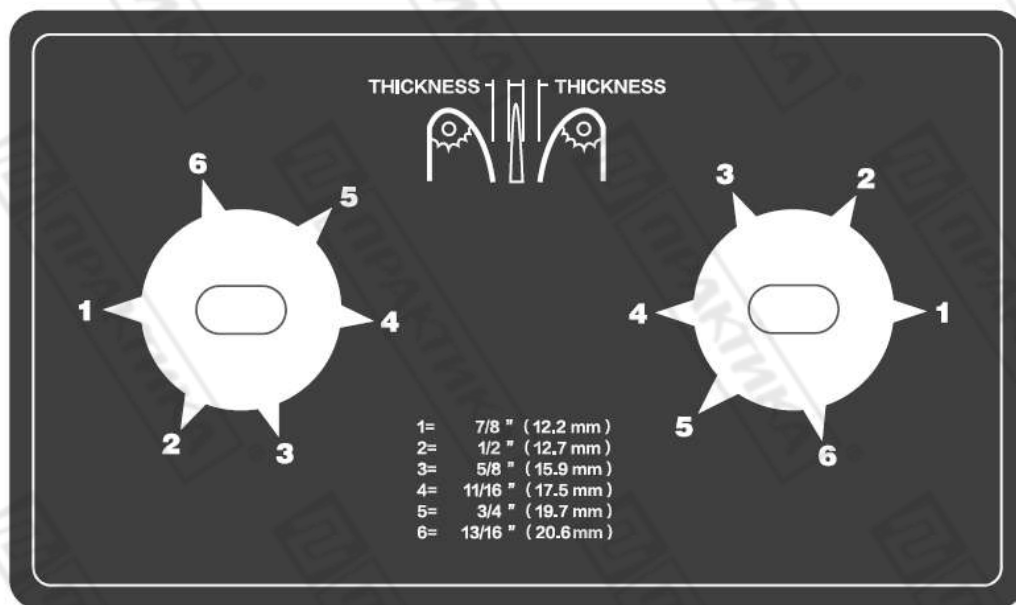

Рисунок 2
1. Отрегулируйте регулятор толщины хлеба (рис. 2) до желаемого значения (в зависимости от хлеба).